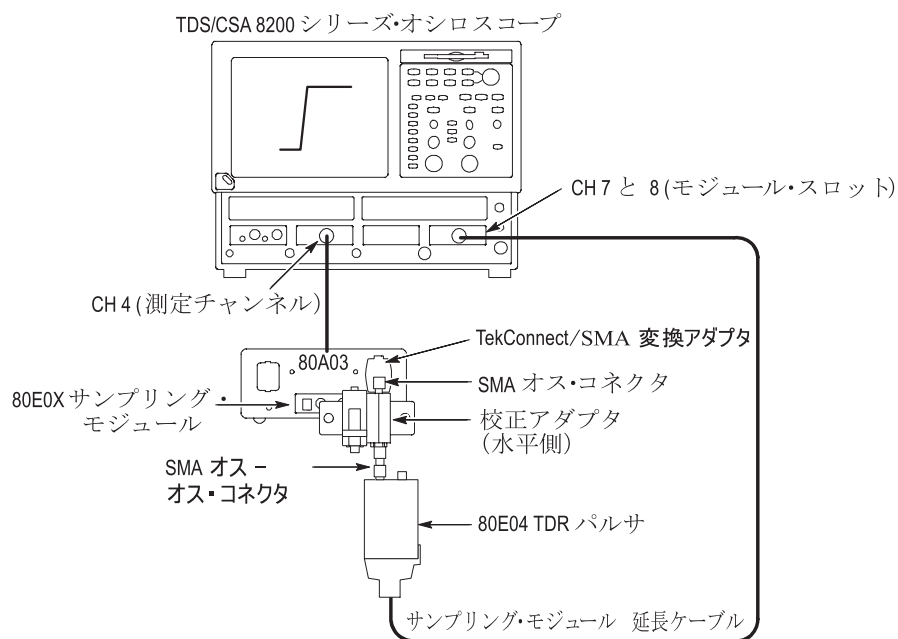

図 17: テスト・システムの立上り時間の構成
2. 図 17 に示すように、テスト機器を接続します。TDR パルス・ゼネレータと一緒にサンプリング・モジュール延長ケーブルを使用して、ケーブル損失の問題を最小限にします。
7. オシロスコープの水平位置コントロールと垂直位置コントロールを調整して、図 17 に示すような信号を表示します。